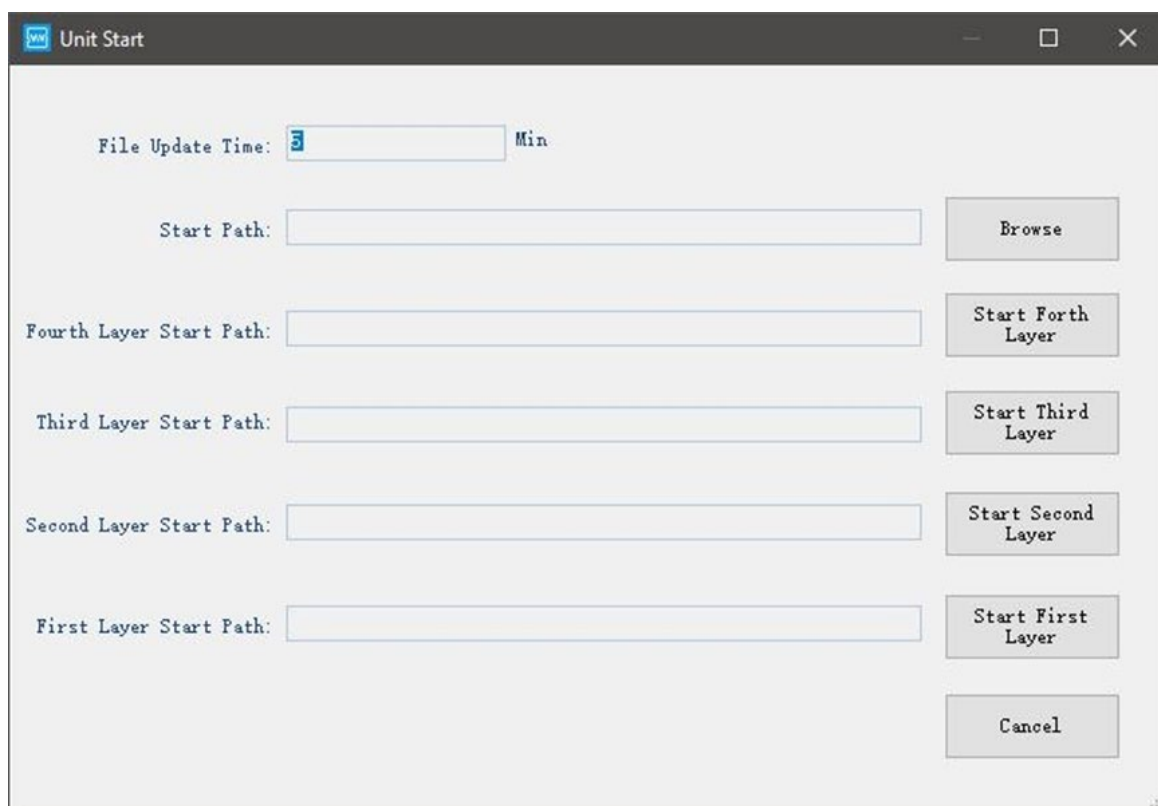

Рисунок 5.4 – Запуск испытания на всем слое/оборудовании
- 2) После настройки в открывшемся стартовом окне устройства (рисунок 5.4) необходимых параметров: пути профиля испытания, частоты дискретизации, настройки безопасности, нажмите кнопку **«ОК»**.